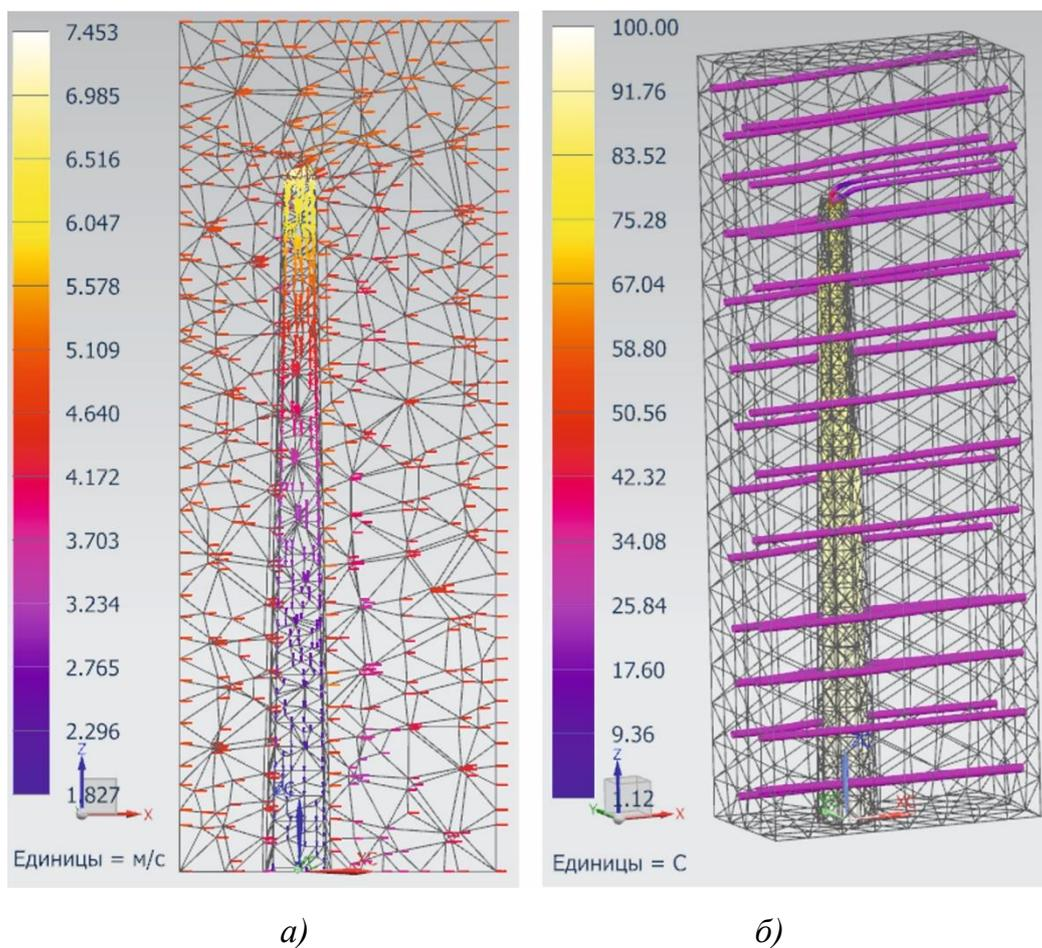

Рис. 2.10. Результаты расчета: а) векторное поле среды; б) линии потока среды.
16. Для отображения векторного поля скорости в продольном среднем сечении трубы по направлению ветра нажмите пункт «*Скорость*» в окне «*Навигатор постпроцессора*». В окне «*Вид постпроцессора*» поменяйте пункт «*Сглаживание*» на «*Стрелки*». Нажмите кнопку «*Результат...*», в окне «*Отрисовка*» измените отображаемые единицы измерения на м/с, настройте размер стрелок (рис. 2.10, а).
нажмите кнопку «Создать». В окне «Базовый набор» аналогично рекомендациям к Задаче 1 создайте набор линий потока нажатием левой кнопки мыши на поверхностях модели, где определены входные потоки. Нажмите «Ок». В окне «Вид постпроцессора» нажмите кнопку «Результат...», в окне «Отрисовка» измените вверху пункт «Скорость» на «Температура потока» и установите Стиль отображения «Труба». Нажмите «Ок» (рис. 2.10, б). Цвет линий потока теперь соответствует палитре температуры.